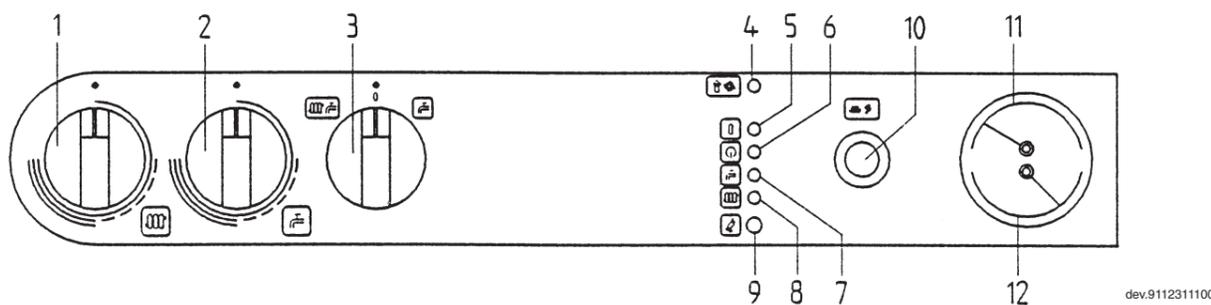

Figure 9
- * ouvrir le robinet gaz et tourner le commutateur (3) de la figure 9 afin de mettre la chaudière en position ETE (E);